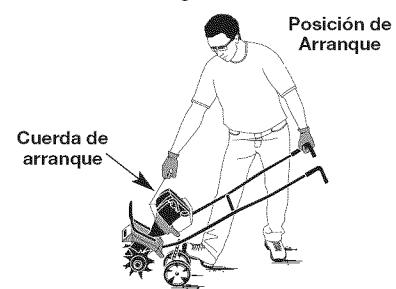

Fig. 10
**ADVERTENCIA:** Evite los arranques accidentales. Colóquese en posición de inicio cuando tire de la cuerda de arranque (Fig. 10). El operador y la unidad deben estar en una posición estable al arrancar la unidad para evitar graves lesiones personales.
4. Sostenga el manillar con una mano y asga la cuerda del arrancador con la otra mano, no exprima el control de válvula reguladora (Fig. 10). Usando un pie para mantener al cultivador, tire de la cuerda del arrancador 5 veces.